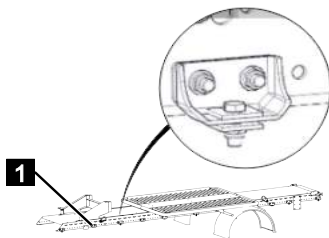

Fig. 264
1. Resserrer toutes les fixations du cadre (Fig.264/1) au couple de serrage adapté (↳ Chapitre 8.4.3 „Couples de serrage”, page 205).